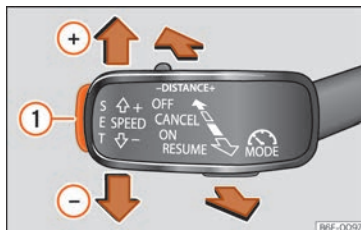

Fig. 224 À esquerda da coluna de direção: terceira alavanca para utilizar o GRA.
- Pressione o botão **SET** »» Fig. 224 ①.
- Pressione o botão **SET** »» Fig. 224 ① para reduzir a velocidade em passos pequenos de 1 km/h [1 mph].